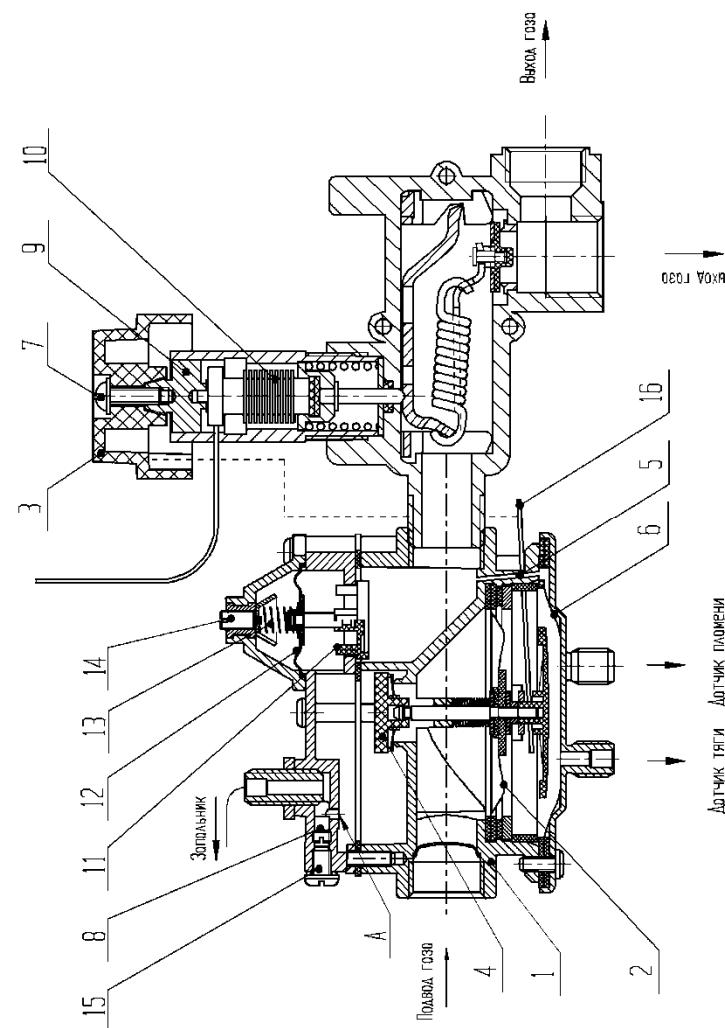

Рис. 2 Схема блока управления
Поддержание давления газа в коллекторе ГГУ на автоматике САБК – С – РД выполняется регулятором давления газа, встроенным в клапан – отсекатель (см. рис.2), состоящего из клапана 11, регулировочного винта 14, мембранны 12, и пружины 13. В данной модели автоматики предусмотрена регулировка мощности запальной горелки перекрытием отверстия «А» жиклером 8.
#### 11.3.2 Порядок проведения настройки (см. рис. 2):
#### 11.4.2 Порядок замены термодатчика (см. рис.2):
11.5 Настройку мощности запальной горелки выполнять вращением жиклера 8 (см. рис.2), предварительно выкрутив винт 15. После настройки установить винт 15, обеспечив герметичность.